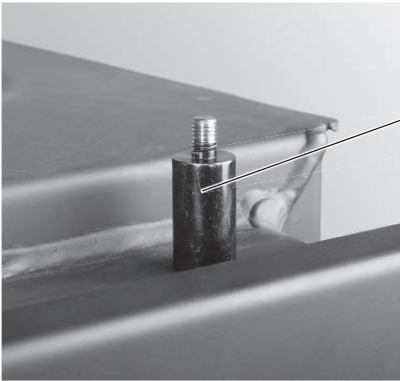
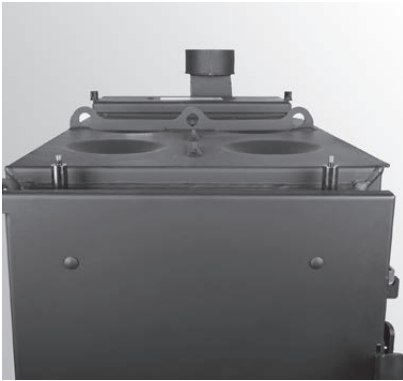

Fig. 49 Montare 2 fissaggi per condotto gas distillato a bassa temperatura
Fig. 50 2 fissaggi montati
- ▶ Avvitare 2 fissaggi per il condotto del gas distillato a bassa temperatura alla caldaia sopra gli sportelli di riscaldamento come nelle Fig. 49, Fig. 50 .